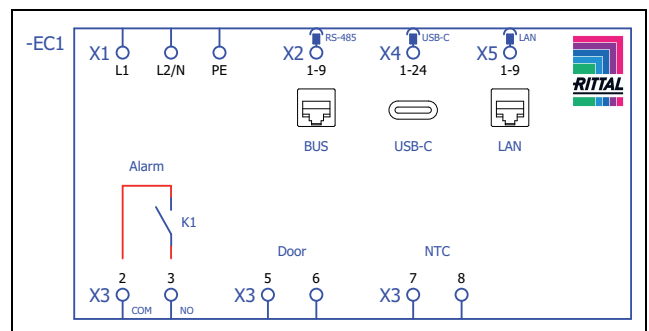
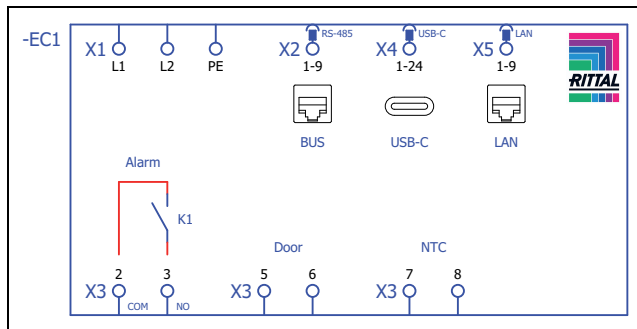

Fig. 45: Schema elettrico per SK 317800, SK 317801, SK 3179800, SK 3179801, SK 3180800, SK 3184800
Fig. 46: Schema elettrico per SK 3184840
- Prendere il connettore di rete fornito in dotazione e realizzare il collegamento in base al relativo schema elettrico (fig. 45 oppure fig. 46).